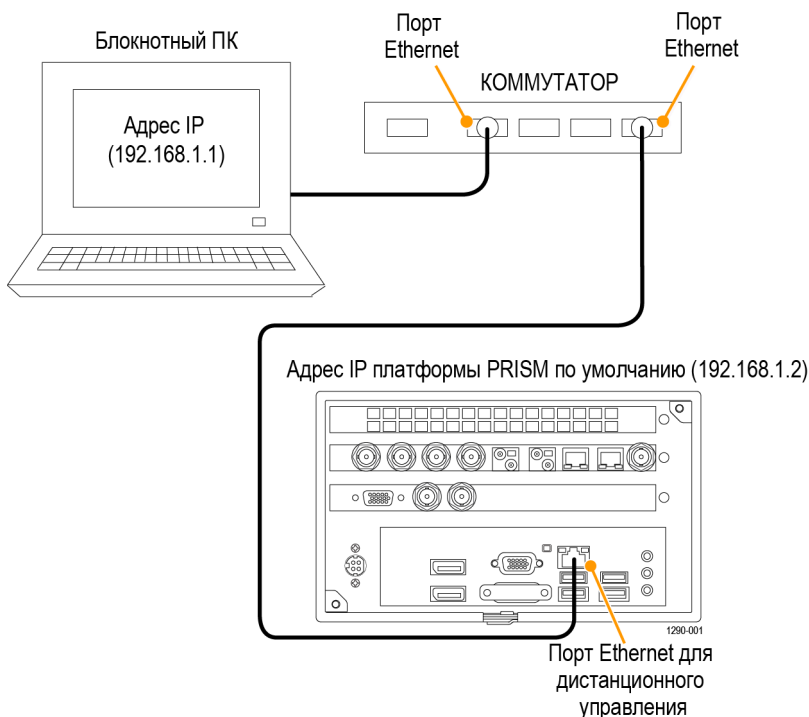

Рис. 9: Подключение прибора к ПК
1. Соедините прибор и ПК с помощью кабеля Ethernet. Прибор автоматически распознает наличие перекрестной коммутации жил кабеля. Можно также использовать коммутатор. (См. рис. 9.)